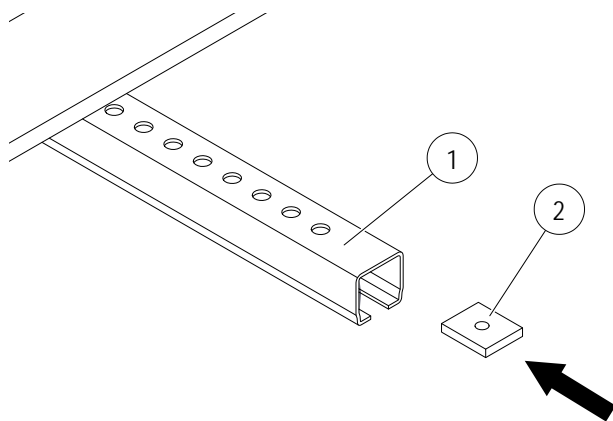

Abb. 28: Vierkantmutter (Pos. 2) in Spannarm (Pos. 1) schieben
- Vierkantmutter (Pos. 2) in den Spannarm schieben (siehe Abb. 28).